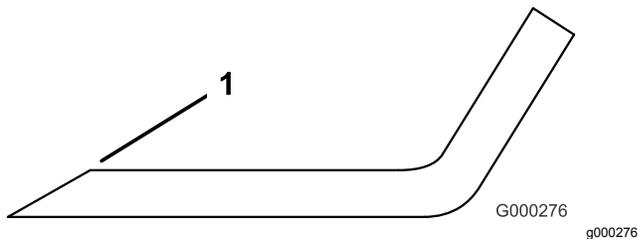

Figure 111
1. Au moyen d'une lime, aiguissez les tranchants à chaque bout de la lame (Figure 111).